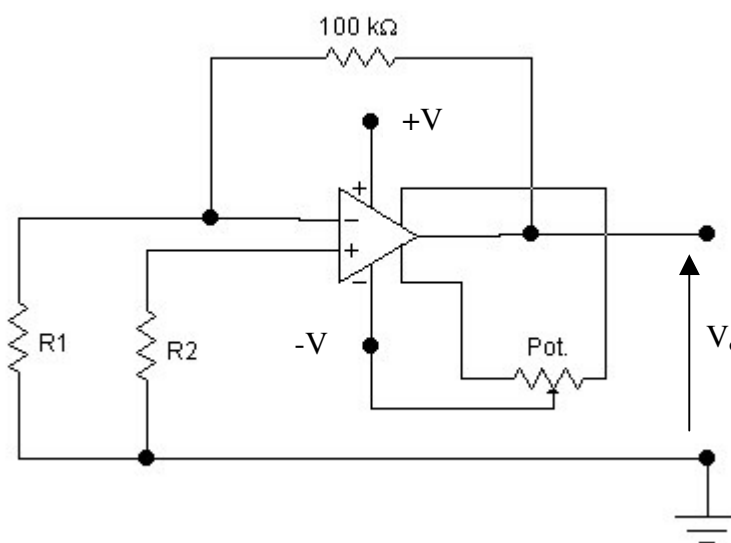

Figura 1 – Circuito para a verificação do offset.
1.1. Montar o circuito da figura 1, alimentando o circuito com a fonte simétrica com tensão de alimentação igual a 20V. Adotar $R1 = R2 = 10\text{k}\Omega$.